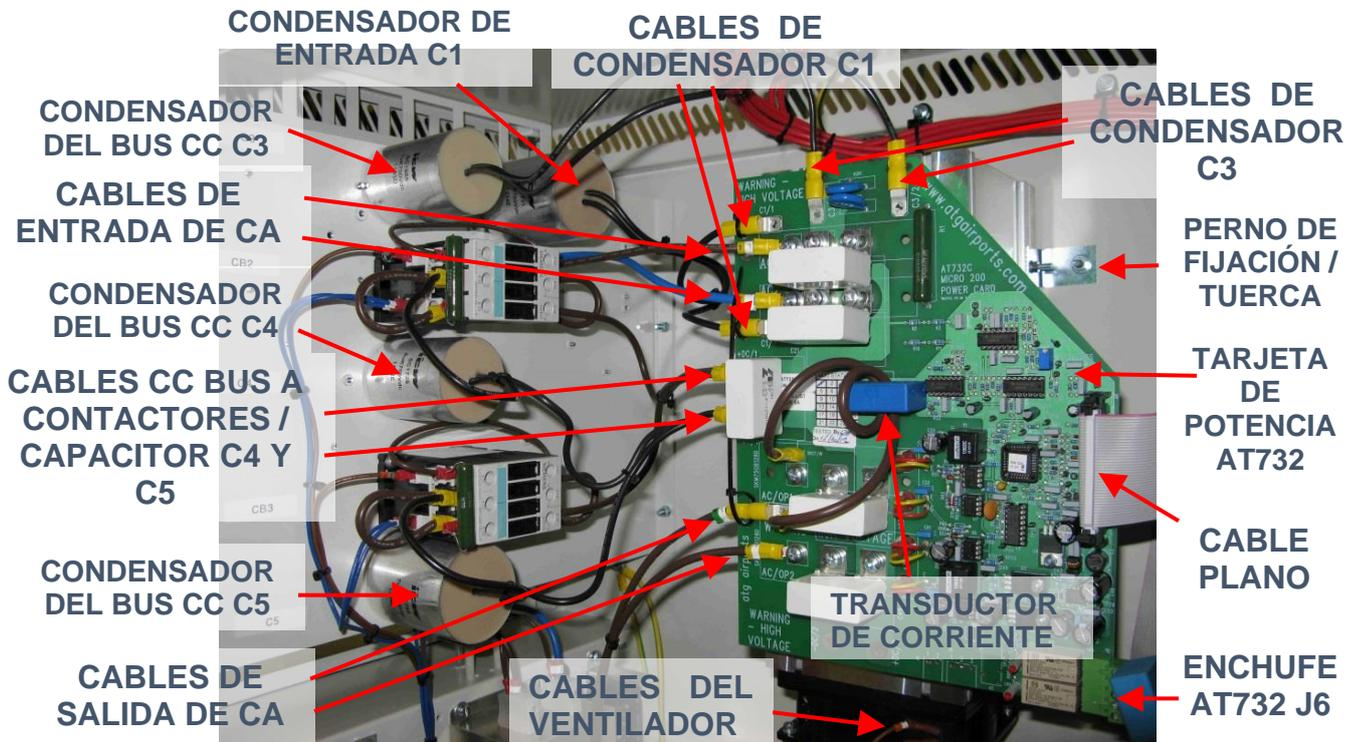
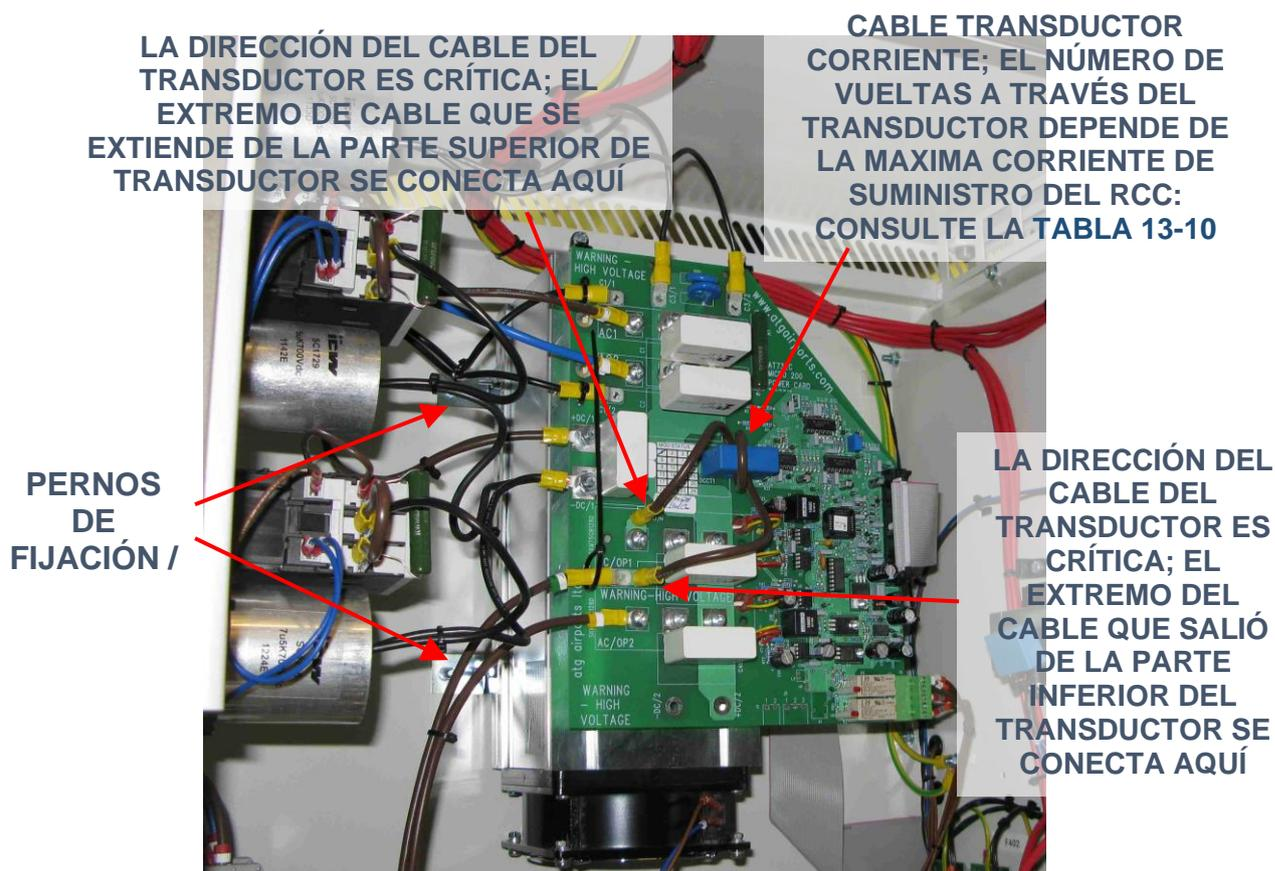

Figura 10-8 Ensamblaje de IGBT de 25 A con conexiones marcadas
Figura 10-9 Ensamblaje de IGBT de 25 A - fijaciones y cable del transductor de corriente marcado
Aísle la entrada del suministro eléctrico del RCC antes de acceder al cubículo de alta tensión. Refiriéndose a la fotografía de la Figura 10-8, tome nota de la posición de los cables de alimentación y de los condensadores antes de desconectarlos de la tarjeta AT732. A continuación, desconecte el cable plano de control, el enchufe al lado de los relés (J6 en la parte inferior derecha del AT732) y los cables del ventilador.
14. Vuelva a colocar el ensamblaje de IGBT en el CCR, refiriéndose a la Figura 10-8 y la Figura 10-9 de la sección 10.4.1.2. Asegúrese de que todos los cables se vuelvan a conectar exactamente como antes. Algunos cables de alimentación usan conectores de presión (push-on); En este caso, use una pequeña brida (tie-wrap) para asegurar el cable en su lugar. Los dos cables del ventilador usan pequeños conectores de presión.